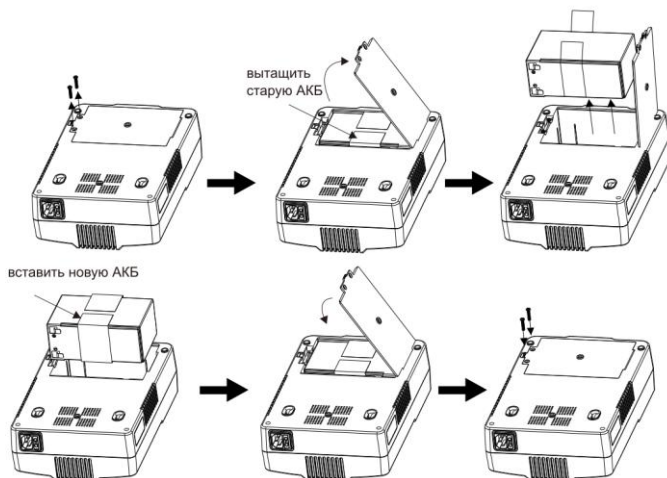

Рисунок 3 — Замена АКБ
- отсек со встроенной аккумуляторной батареей, с возможностью ее быстрой замены (см. рисунок 3);
При горизонтальном размещении изделие можно установить на любую плоскую поверхность (стол, стеллаж и т. п.). При вертикальном размещении необходимо подготовить места крепления в соответствии с расположением крепёжных отверстий на задней стенке корпуса изделия, (см. рисунок 3) крепёж в комплект поставки не входит).
Замена АКБ выполняется в следующей последовательности (см. рисунок 3):
2. Выкрутите винты и откройте крышку аккумуляторного отсека (см. рисунок 3).